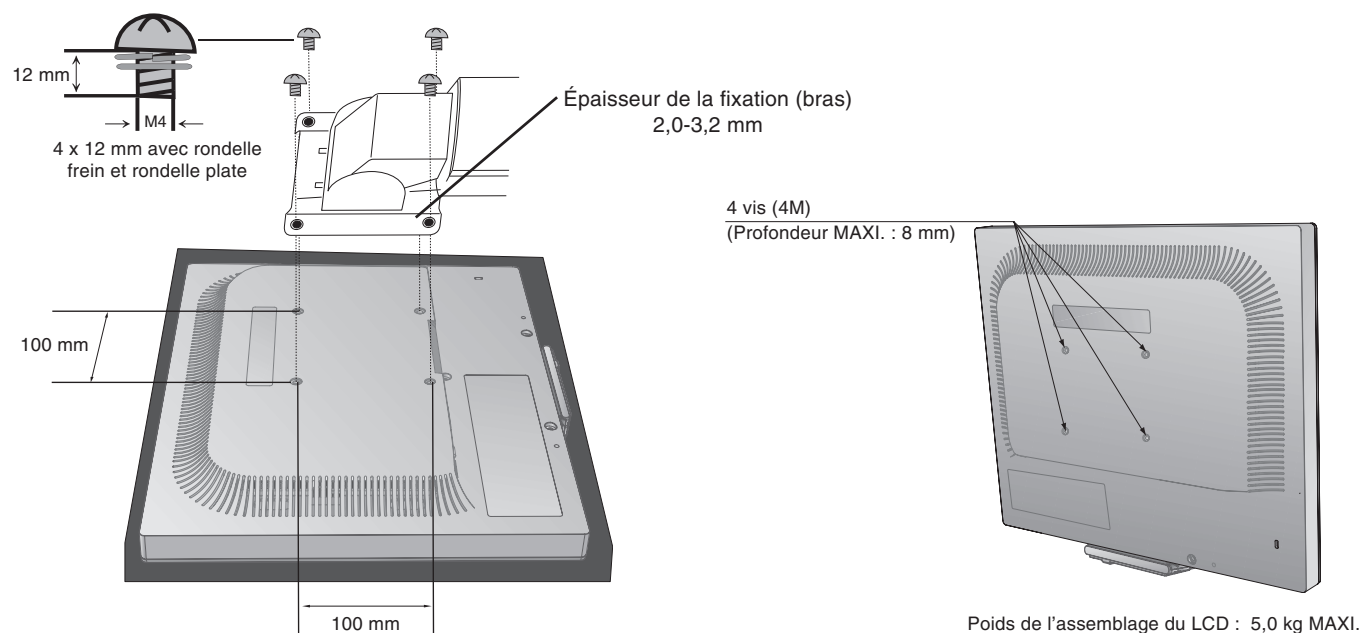

Figure F.1
2. Utilisez 4 vis pour fixer le bras au moniteur (**Figure F.1**).